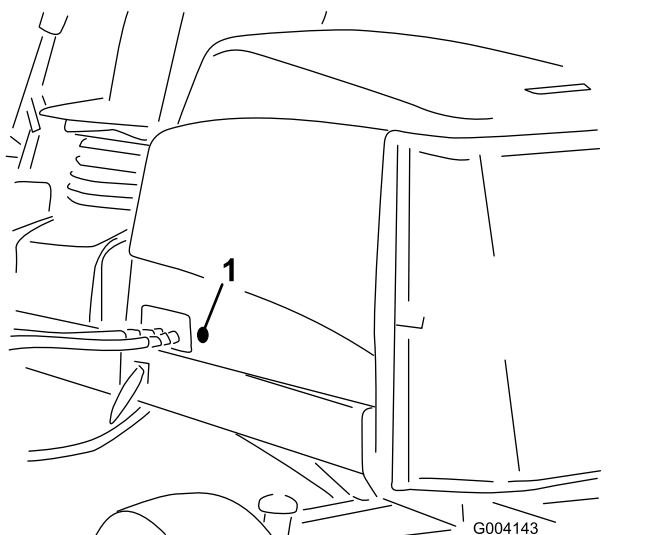

Figura 5
2. Retire el tapón de goma del taladro del orificio del lado izquierdo del capó (Figura 5).